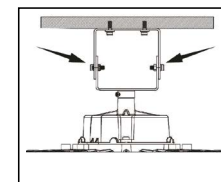
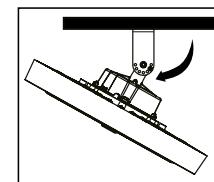

Рис. 4
Рис. 5
- 5.6.4 Извлеките боковые винты из кронштейна (рис. 4), произведите регулировку осветительного прибора на необходимый угол (рис. 5), установите винты и надежно затяните их.